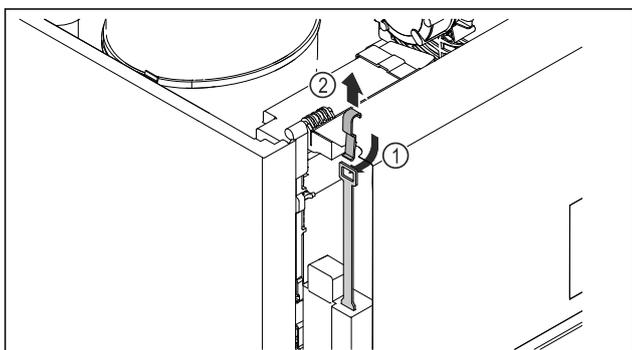

Fig. 248
- Inserire dall'alto la chiave di sblocco di emergenza Fig. 248 (1), agganciarla alla serratura e tirarla verso l'alto Fig. 248 (2).